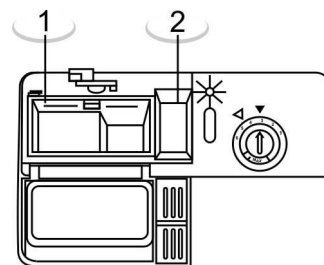

Рис. 9
- Заполните соответствующий дозатор моющим средством. В дозаторе имеются метки, указывающие дозировку (рис. 9).